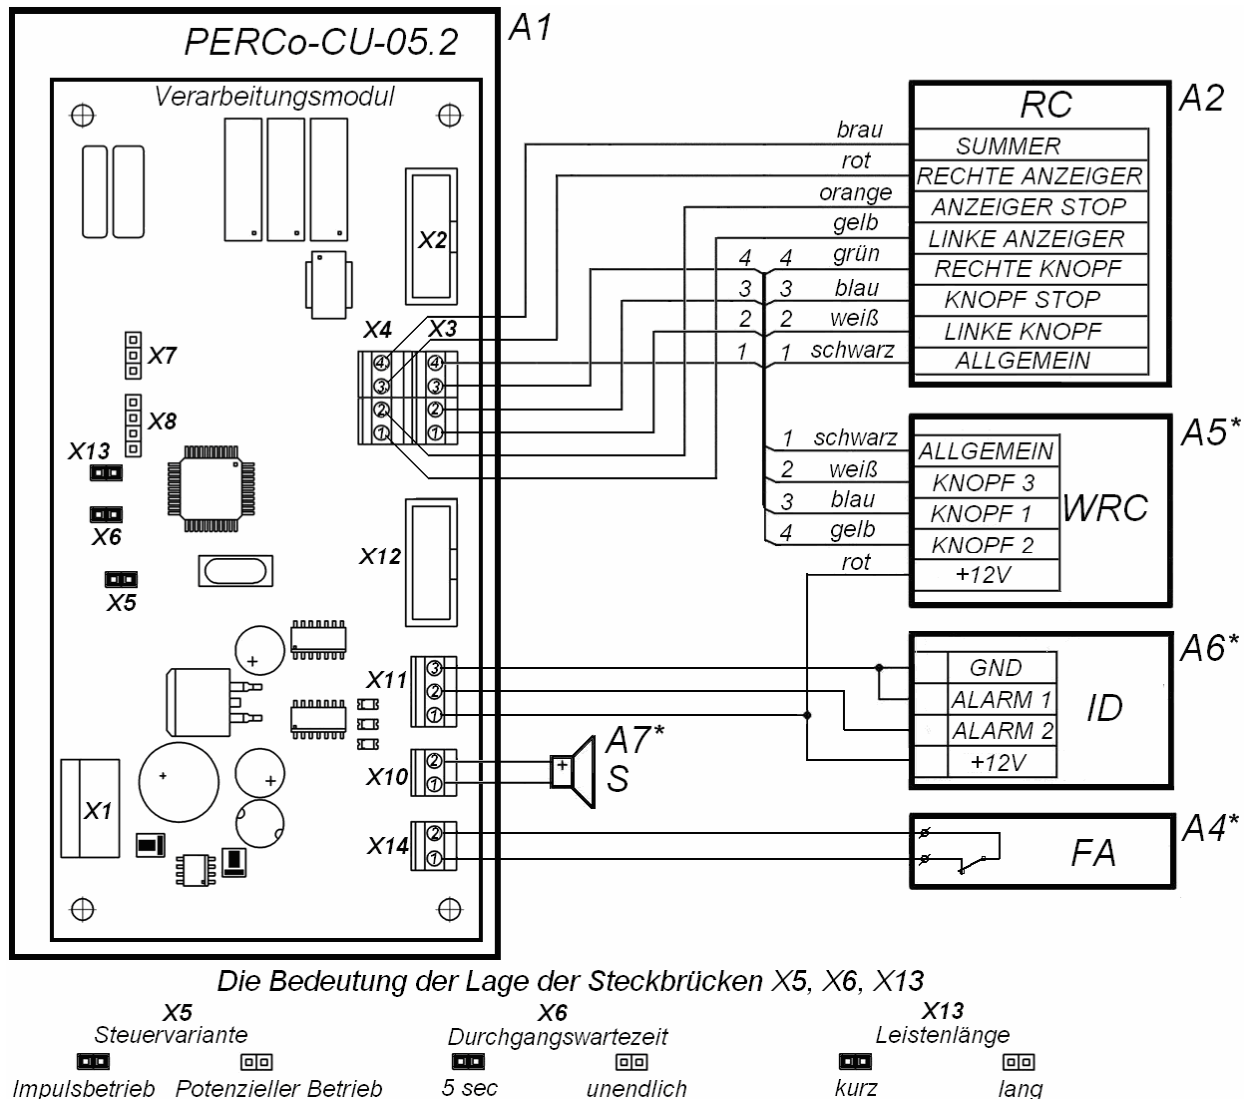
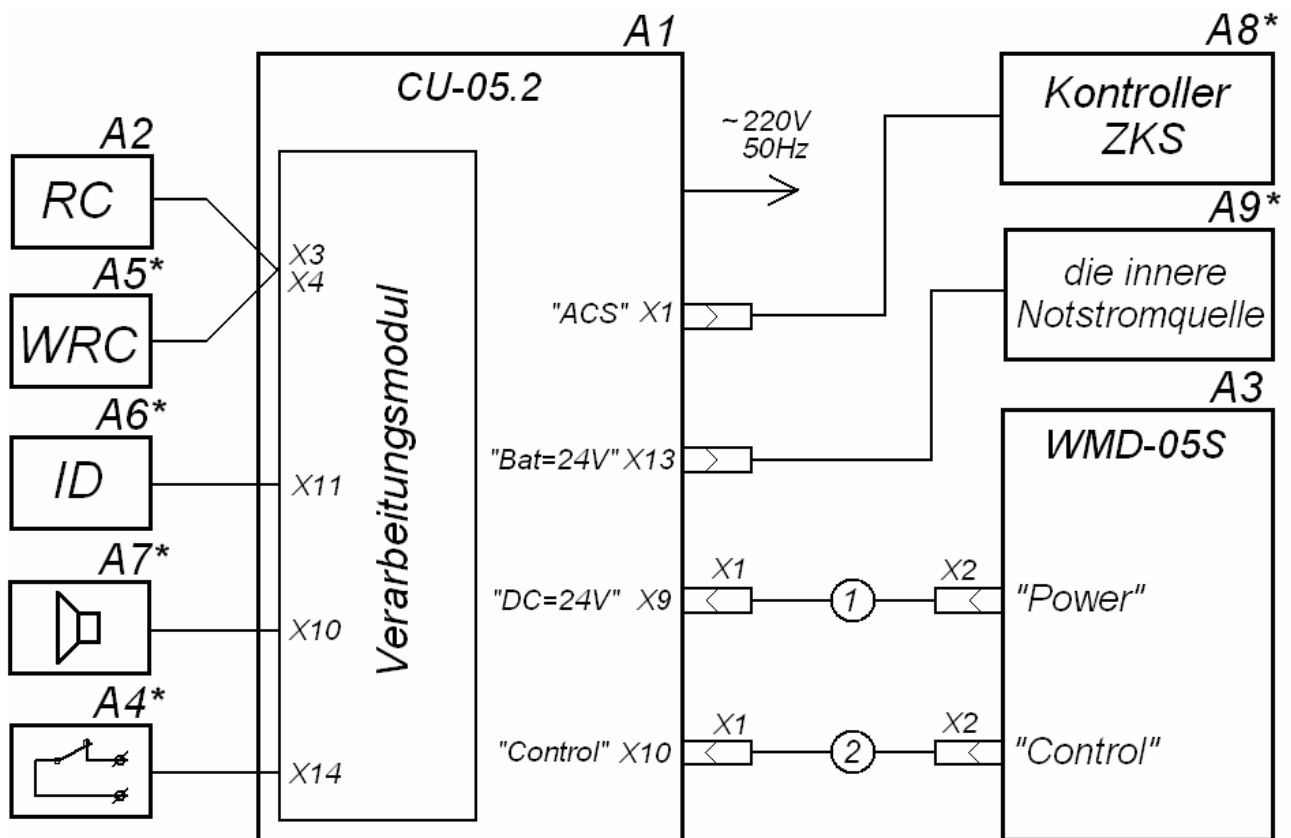

Abbildung A.1. Schaltplan des Verarbeitungsmoduls
Abbildung B.1. Schaltplan der Schwenktür
- das Netzkabel (13) vom Netz ausschalten;
- innerhalb des Steuerblocks auf den Klemmleisten **X3** und **X4** des Verarbeitungsmoduls (siehe die Abb. A.1 und Abb. B.1, die Anlagen A und B) die folgenden Kabelleitungen des Schaltpults (12) austauschen — die weiße mit der grünen und die gelbe mit der roten, d.h. die angegebenen Leitungen auf folgende Weise anschließen:
Zum Bestand des Steuerblocks gehört die Platine des Verarbeitungsmoduls (siehe die Abb. A.1), die die Schwenktür steuert. Mit Hilfe der Steckbrücke **X6** kann man die Durchgangswartezeit einstellen: 5 sek. oder die Unendlichkeit. Die Lage der Steckbrücken für jede Bedeutung der Durchgangswartezeit ist auf der Abb. A.1. dargestellt. Bei der Lieferung ist die Steckbrücke eingestellt.
Bei der Arbeit von ZKS verwirklicht sich die Umschaltung der Impuls-Modus und Potential-Modus der Schwenktür mit Hilfe der Steckbrücke **X5**. Die Lagen der Steckbrücke **X5** sind auf der Abb. A.1. dargestellt. Bei der Lieferung ist die Steckbrücke eingestellt.